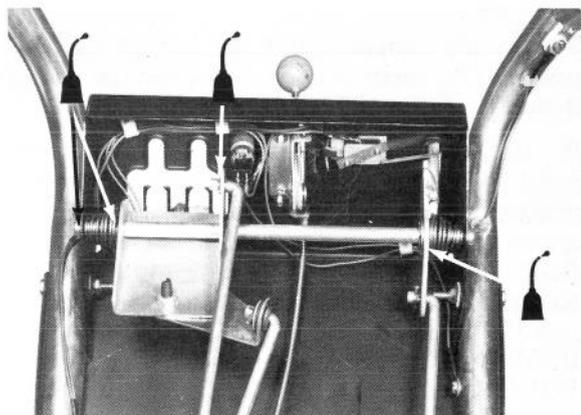

Figure 26
1. Lubrifiez le pivot des tringleries de commande avec quelques gouttes d'huile SAE 10W 40 (Fig. 26 et 27). Essuyez l'excès d'huile.